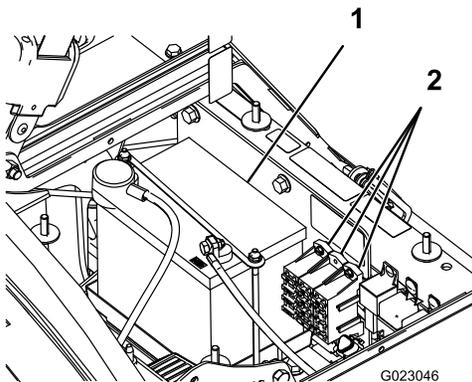

Рисунок 46
В электрической системе есть два блока плавких предохранителей и один запасной разъем. Они расположены позади сиденья (Рисунок 46).
2. Аккумуляторная батарея находится с правой стороны машины позади насоса (Рисунок 46).
5. Снимите фиксатор и крепежные элементы аккумулятора (Рисунок 46).
2. Установите фиксатор аккумулятора и закрепите его крепежными элементами, снятыми ранее (Рисунок 46).
4. Установите крышку аккумулятора и закрепите ее 2 ручками (Рисунок 46).
1. Ослабьте ручки с обеих сторон аккумуляторного отсека и снимите крышку аккумулятора (Рисунок 46).